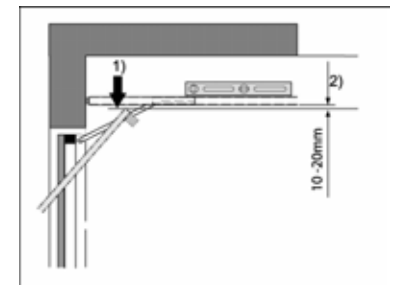

Рис. 13
Шина должна быть установлена по высоте что-бы между наивысшей точкой ворот (1) (наивысшая точка, которую могут достичь ворота при движении) и нижним кантом шины (2) сохранялось расстояние ок. 10-20 мм (Рис. 13).